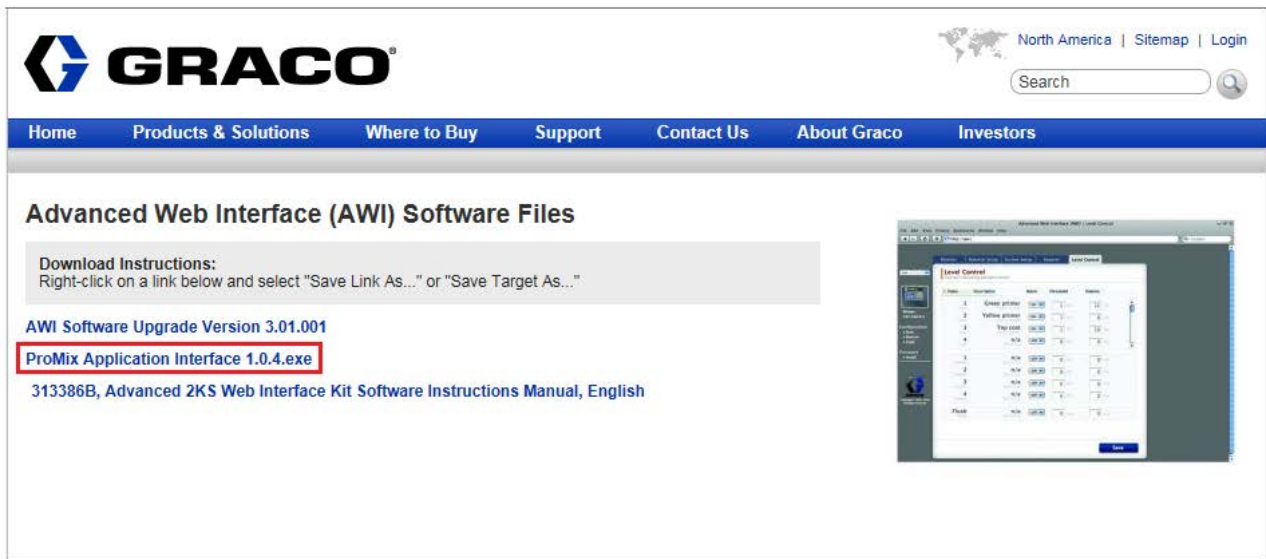

FIG. 1: Página de descarga de archivos del software AWI (Interfaz Web avanzada) de Graco
- a. El software de la interfaz de aplicación puede descargarse desde la página del software AWI (Interfaz Web avanzada) de Graco. Veá FIG. 1.